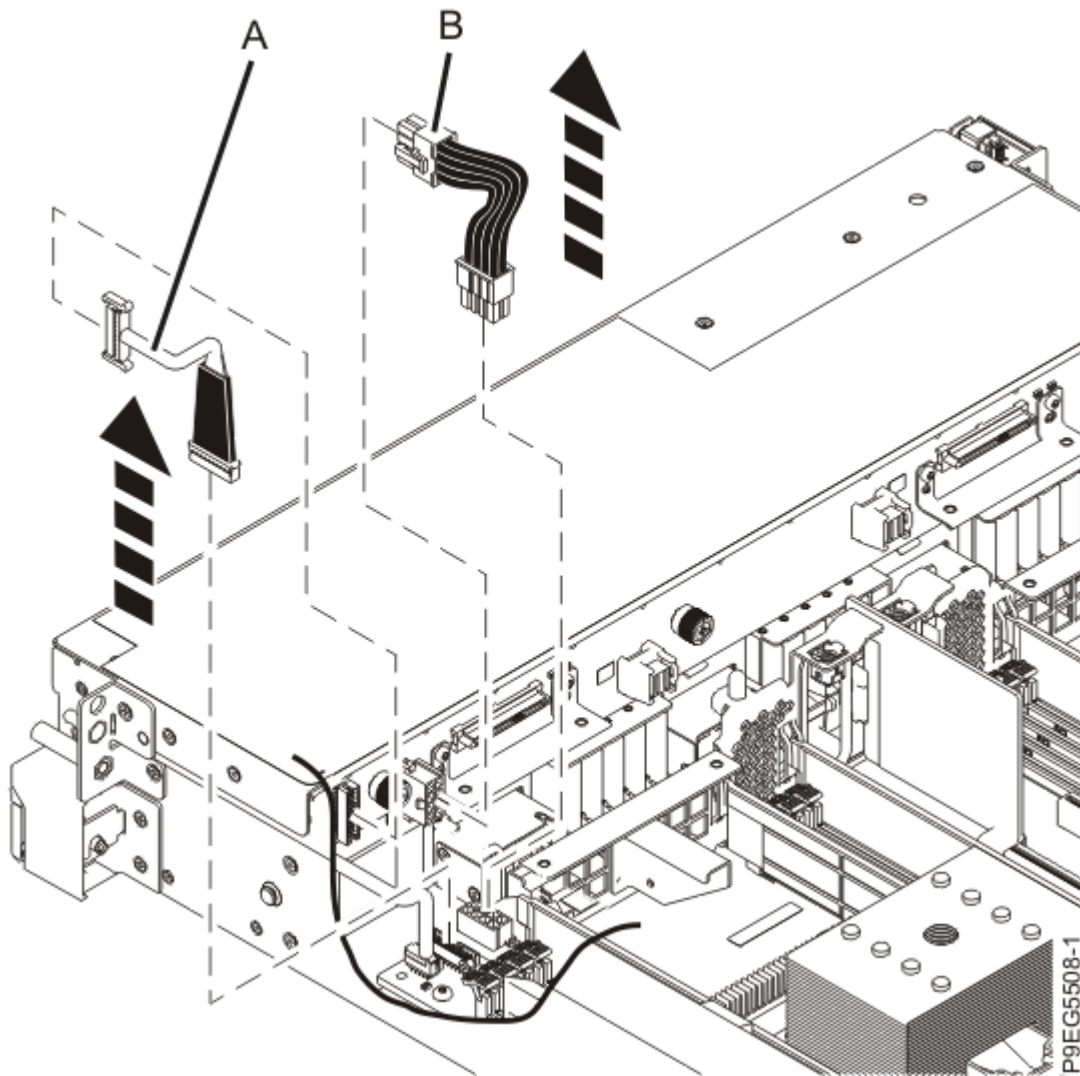

Abbildung 12. Signalkabel und Netzkabel abziehen
7. Beschriften Sie das Signalkabel **(A)** und das Netzkabel **(B)** und ziehen Sie sie von der Plattenlaufwerksrückwandplatine ab (siehe Abbildung 12 auf Seite 14).